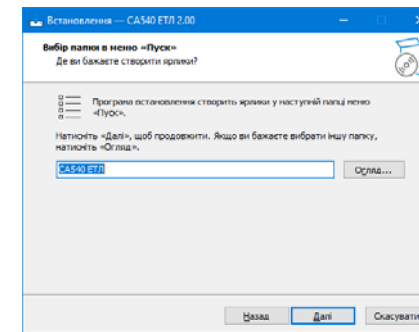

Рисунок 8.3
3) Визначити місце розташування ярликів програми в меню "Пуск", для чого у вікні (рисунок 8.3) слід або погодитись з за-